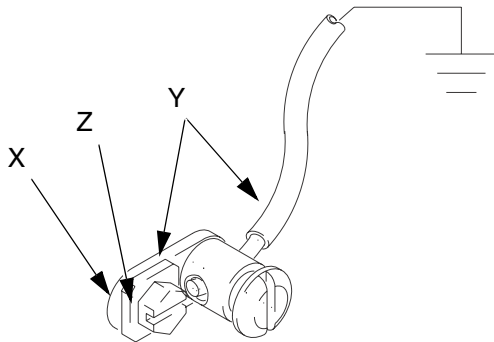

FIG. 6: Vite di terra
Se si dispone della vite di messa a terra illustrata nella FIG. 6, si deve ordinare il filo di messa a terra n. parte 222011, il terminale dell'anello e il gruppo del morsetto (Y). Per installare il 222011, rimuovere la vite di messa a terra (Z) e inserirla attraverso l'occhiello del terminale dell'anello (X), quindi serrare la vite di messa a terra nuovamente nel motore pneumatico come illustrato nella FIG. 6. Collegare l'altra estremità del filo a una presa di terra efficace.